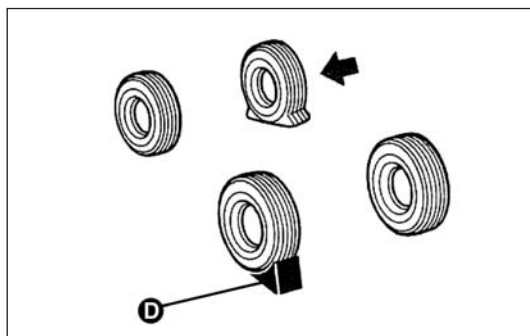

fig. 134b
- ❑ coloque la cuña de bloqueo D en la parte trasera, en la rueda diagonalmente opuesta a la que desea sustituir fig. 134b para prevenir movimientos del vehículo cuando esté levantado;